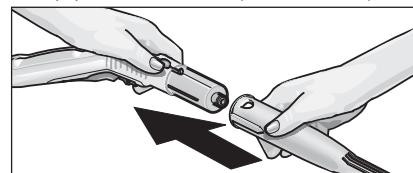

Abb. 2: Aufstecken von Zubehör auf die Dampfpistole
- Verbinden Sie das gewünschte Zubehörteil (D1,E1,F1) mit der Dampfpistole (C1). Stecken Sie dazu das rohrförmige Ende des Zubehörteiles auf die Dampfpistole (C1). Schieben Sie das Zubehörteil dann soweit auf die Dampfpistole, bis die Entriegelungstaste (C2) der Dampfpistole einrastet (siehe Abb. 2).